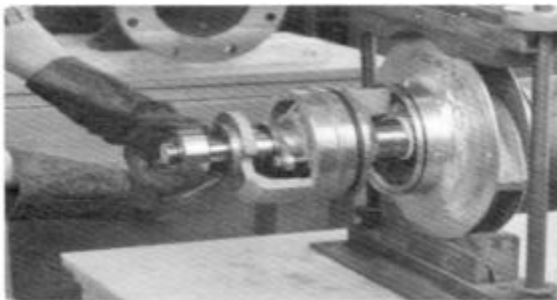

FIGURA 25 – INSTALACION DEL COJINETE DEL EJE
14. Utilizando guantes, deslice el cojinete caliente en el eje contra el soporte del eje (Consulte la Figura 25).